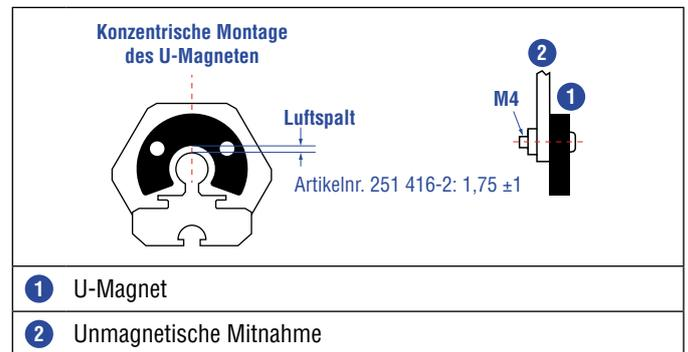
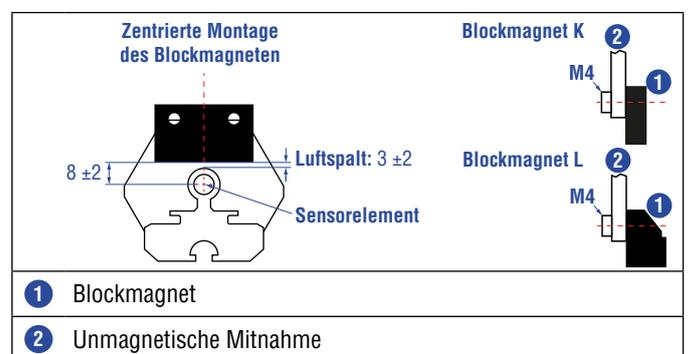

Abb. 49: Montage U-Magnet (Artikelnr. 251 416-2)
Abb. 50: Montage Blockmagnet K (Artikelnr. 251 298-2) und Blockmagnet L (Artikelnr. 403 448)
- Montieren Sie Blockmagnete zentriert über dem Messstab oder dem Sensorprofil. Maximal zulässigen Luftspalt nicht überschreiten (Abb. 49/Abb. 50).